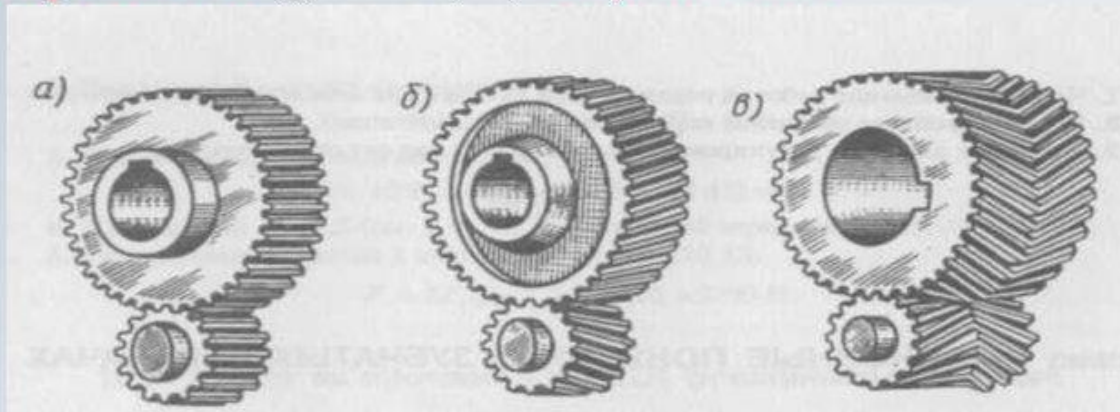

Рис.1
- *Цилиндрические зубчатые передачи* применяются для передачи вращения между валами с параллельными осями. Различают передачи *внешнего* (рис. 1) и *внутреннего* (рис. 2, б) зацепления.